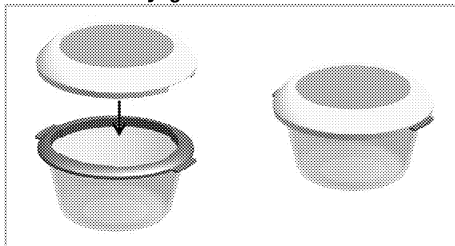

Figura 3: posición de fabricación y almacenamiento de yogurt
2. Dependiendo de la receta, cierre la tapa del accesorio (figura 3).
5. Se recomienda consumir el yogurt después de mantenerlo en el refrigerador (4 ° C) con su tapa cerrada en un periodo de 12 horas (figura 3).